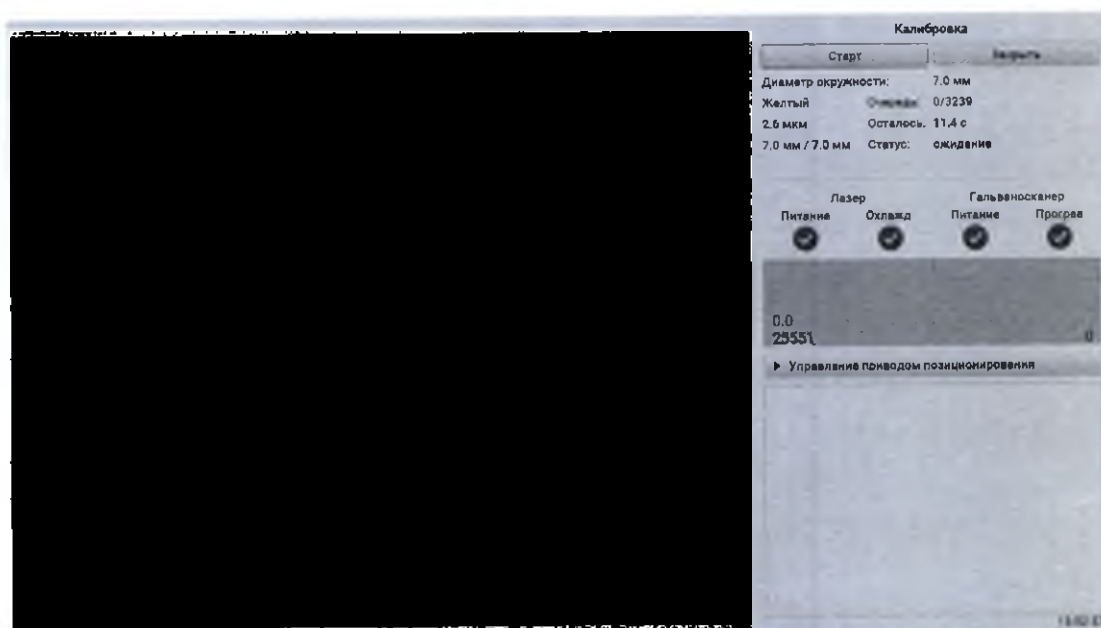

Рис. 8.1: Окно калибровки лазера по фотобумаге (начало)
5. Дождитесь окончания расчёта абляции и нажмите кнопку *Абляция*. Появится окно калибровки по фотобумаге (рис. 8.1).